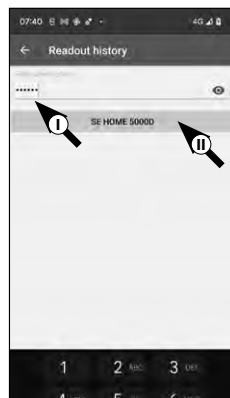

Abb. 91
⑥ Unter dem Eingabefeld finden Sie eine große Taste, welche automatisch mit dem Namen des jeweiligen Zylinders betitelt wird. Tippen Sie sie zur Bestätigung an (II) (Abb. 91).